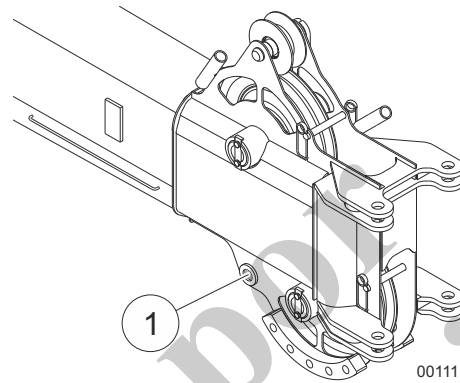

Fig. 158 Instalación de un cable para tirar de la pluma de extremo
- 9 | Instale un cable en la argolla (1, Fig. 158) en la pluma de extremo.